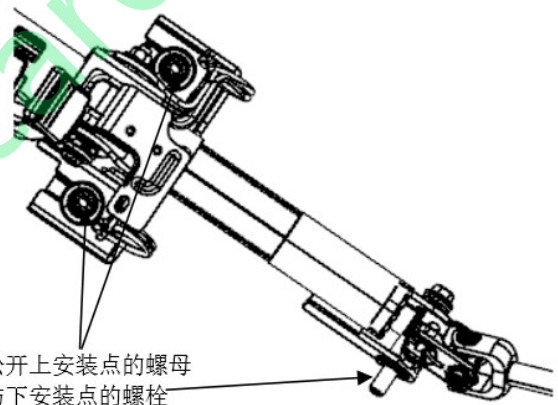

图 4-21
①确认所有与管柱连接的线束均已脱开。
②松开管柱上安装点的螺母与下安装点的螺栓，如图 4-21 所示，取下转向管柱及万向节。